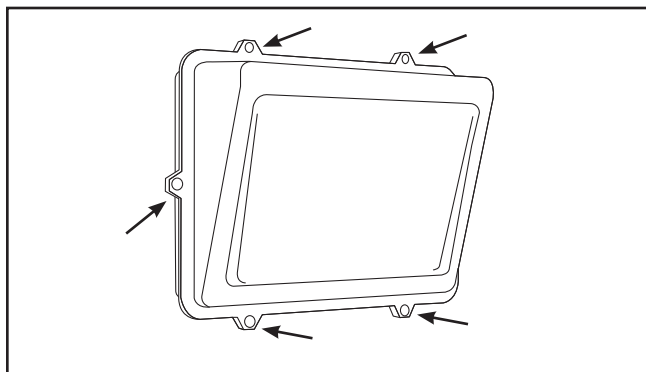

Figura 1.
1. Remueva los seis tornillos para abrir la luminaria. (Figura 1).